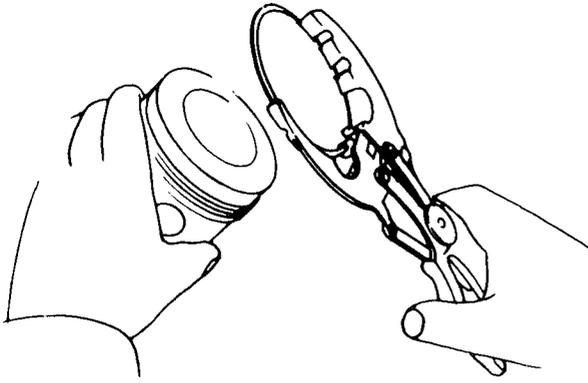

Bild 31
- Kolbenringe mit einer Kolbenringzange der Reihe nach über den Kolbenboden abnehmen (Bild 31). Falls die Ringe wieder verwendet werden sollen, sind sie entsprechend zu zeichnen. Falls keine Kolbenringzange zur Verfügung steht, können Metallstreifen an gegenüberliegenden Stellen des Kolbens unter den Ring geschoben werden. Einen Streifen unbedingt unter das Ende des Ringes unterlegen, um Kratzer zu vermeiden.